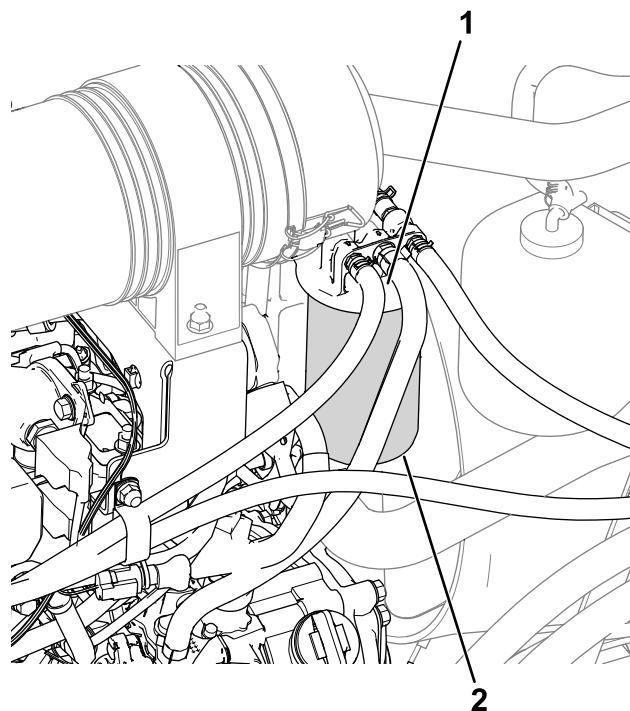

Рисунок 56
2. Снимите фильтр и очистите монтажную поверхность головки фильтра (Рисунок 56).
1. Очистите поверхность вокруг головки топливного фильтра (Рисунок 56).